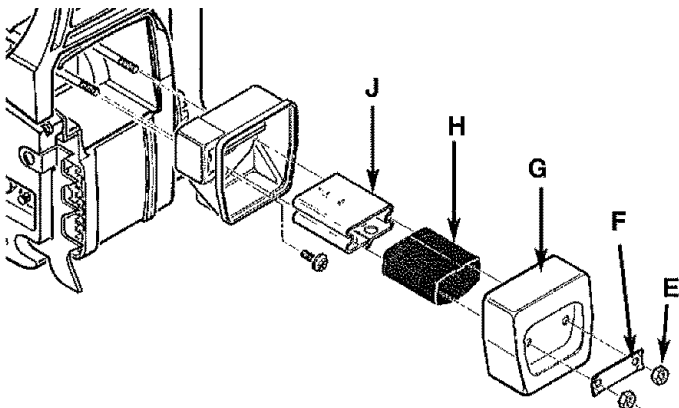

Fig. 34
1. Empuje las esquinas de la placa para poder acceder a las tuercas de sujeción. Quite las dos tuercas de sujeción del silenciador (E), la placa de bloqueo (F) y la cubierta del silenciador (G) (Fig. 34).
2. Quite la pantalla del aspirador de chispas (H) del soporte metálico (J). Reemplace la pantalla por una nueva.